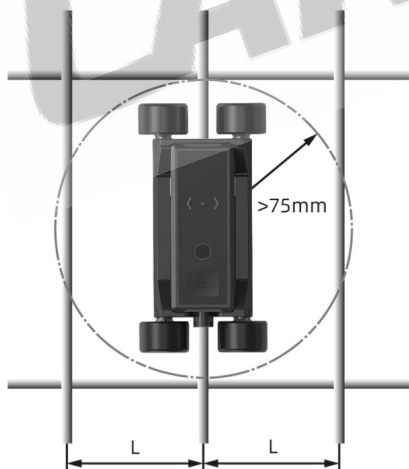

Abb.1.1
10. Wie in Abbildung 1.1 dargestellt, sollten die umliegenden Stöcke mindestens 75 mm vom Mittelpunkt des Messpunkts der Sonde entfernt angeordnet sein.